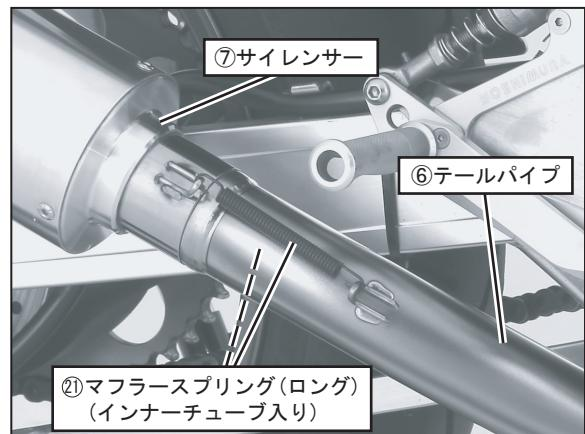

FIG. 9
8. ⑥テールパイプに⑦サイレンサーを取り付け、手順3でインナーチューブを取り付けた⑪マフラースプリング(ロング)2本をスプリング取付工具を使用して取り付けて下さい。(FIG. 9参照)